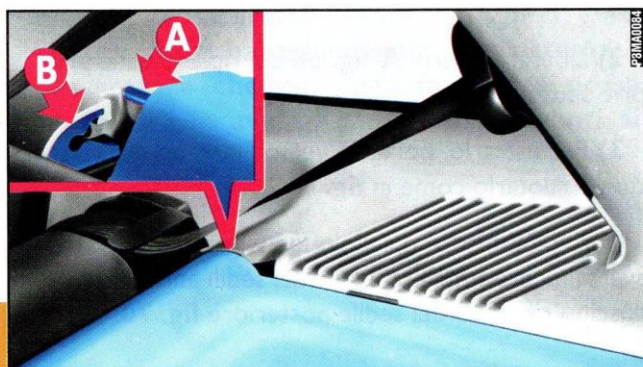

fig. 68
2) Liberare i perni **A-fig. 68** del ripiano dalle proprie sedi **B**.